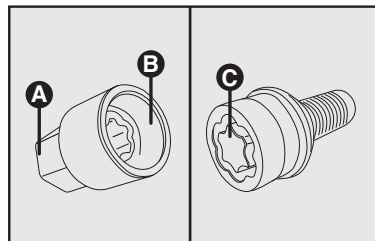

fig. 15
- Encaixar a extremidade **B-fig. 15** da chave soquete **fig. 15** no encaixe **C-fig. 15** do parafuso especial de retenção da roda. Na extremidade **A-fig. 15** deve ser encaixada a chave de roda fornecida com o veículo;